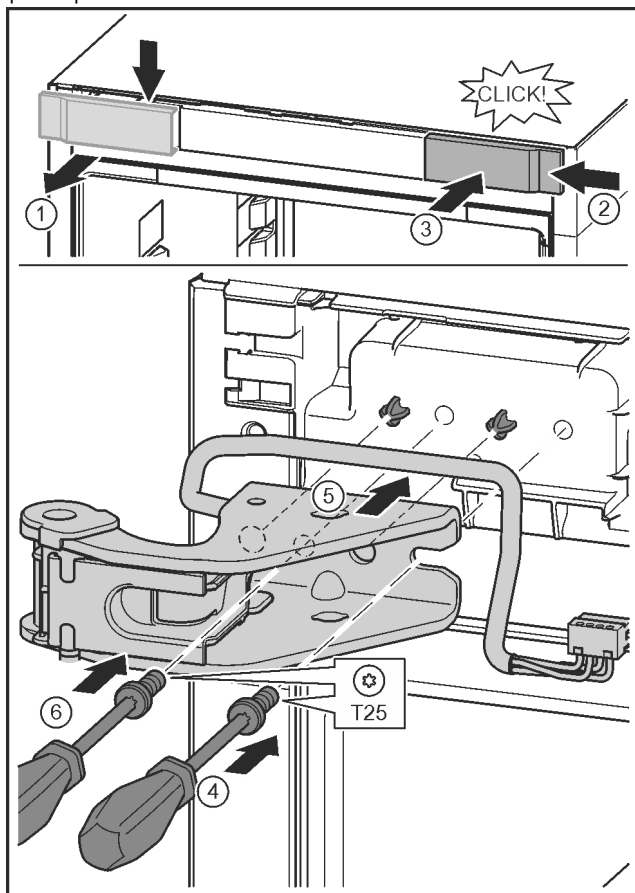

Fig. 28
- ▶ Развийте капака и го свалете настрана. Fig. 28 (1)
- ▶ Закачете капака, завъртян на 180°, от другата страна отдясно. Fig. 28 (2)
- ▶ Фиксирайте капака. Fig. 28 (3)
- ▶ С отвертка T25 поставете винта. Fig. 28 (4)
- ▶ Поставете горната лагерна стойка. Fig. 28 (5)
- ▶ Затегнете винта. Fig. 28 (4)
- ▶ С отвертка T25 поставете винта и го затегнете. Fig. 28 (6)